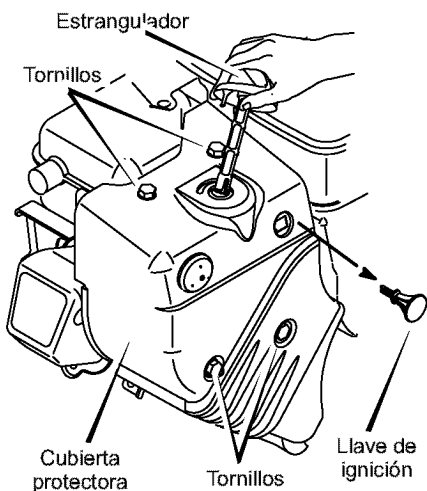

Figura 74
1. Quite el estrangulador (vea la Figura 74).